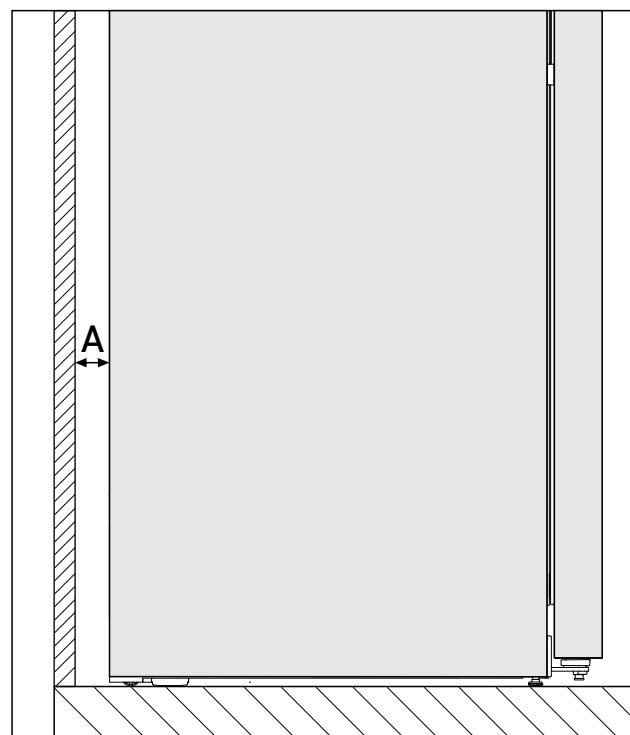

Fig. 3\*
Il consumo energetico è stato rilevato con una distanza dalla parete Fig. 3 (A) tra il retro dell'apparecchio e la parete. Se la distanza dalla parete è inferiore a Fig. 3 (A), questo non influenza in alcun modo la funzionalità dell'apparecchio, ma il consumo energetico aumenta con una distanza dalla parete inferiore.